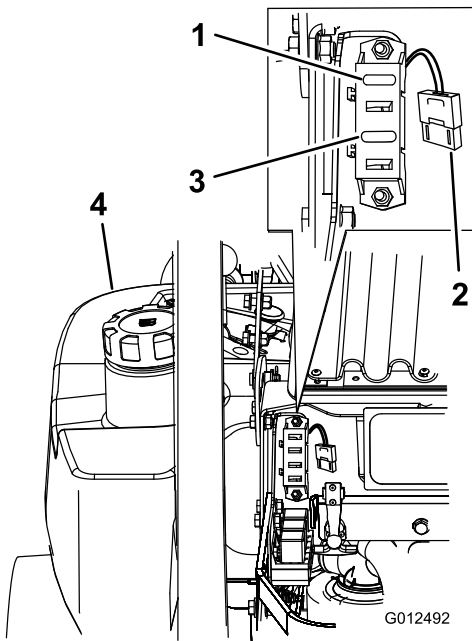

Bild 76
1. Entriegeln Sie die Motorhaube und heben Sie sie an, um die Sicherungsfassung zugänglich zu machen (Bild 76).
3. Setzen Sie eine neue Sicherung ein (Bild 76).